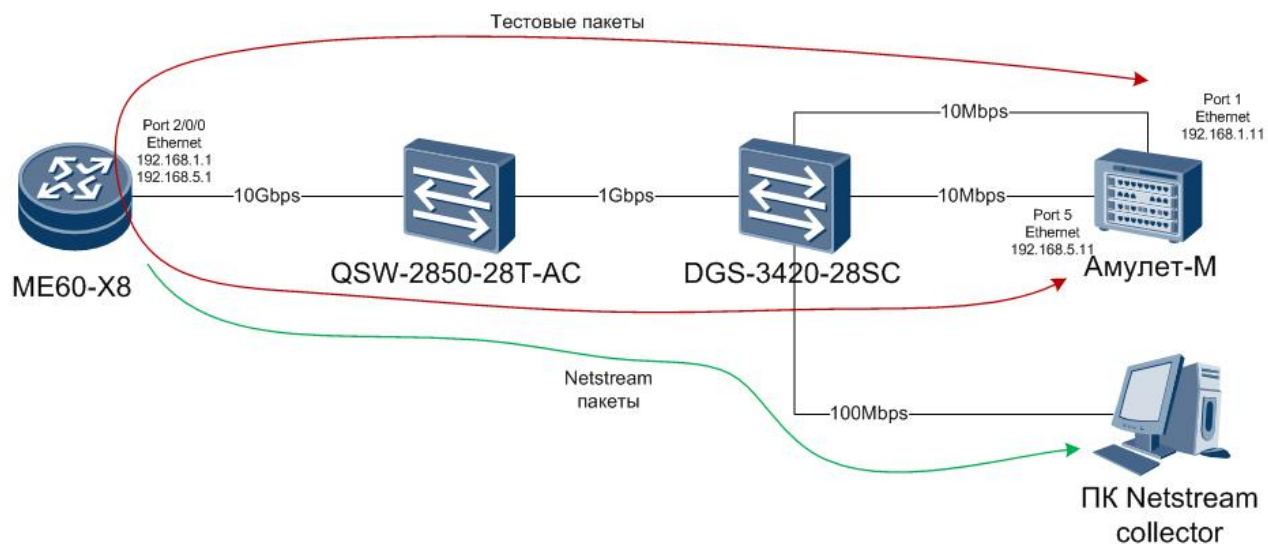

Рисунок 1 - Схема организации связи
- § подключить прибор «Амулет-М» к аппаратуре узла в соответствии с рис. 1;